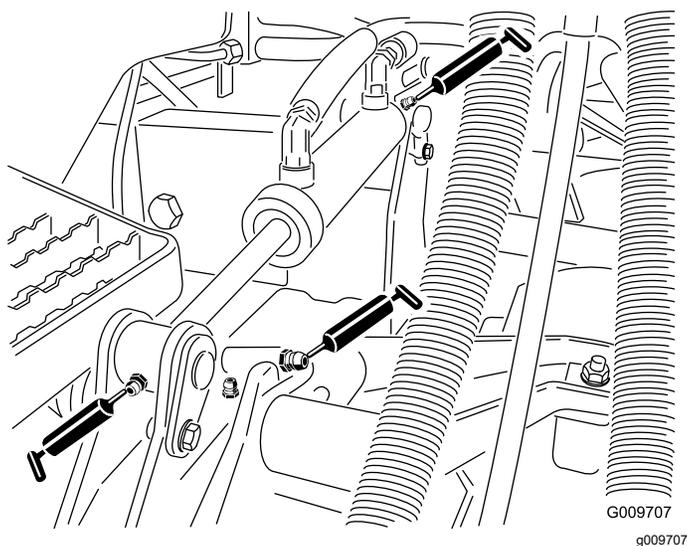

Figura 38
- Casquilhos do braço de elevação (1 por unidade de corte), como se mostra na Figura 38
- Casquilhos do cilindro de elevação (2 por unidade de corte), como se mostra na Figura 38